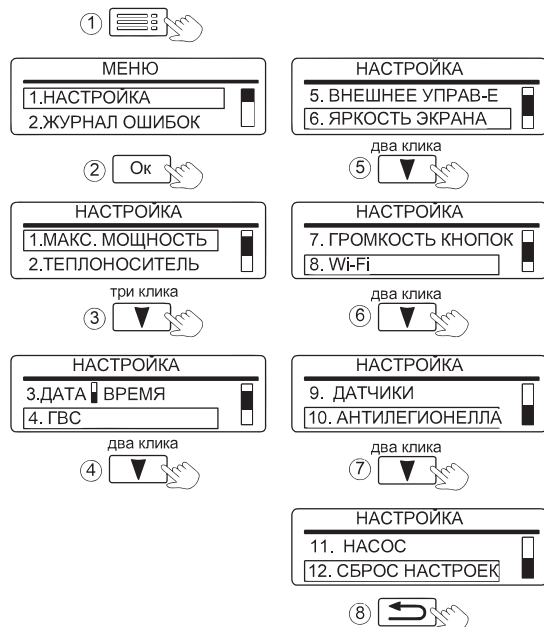

Рисунок 15. Вид вкладки настройка
11.1 Во вкладке «НАСТРОЙКА», (см. рис. 15), настраиваются внутренние параметры работы прибора.